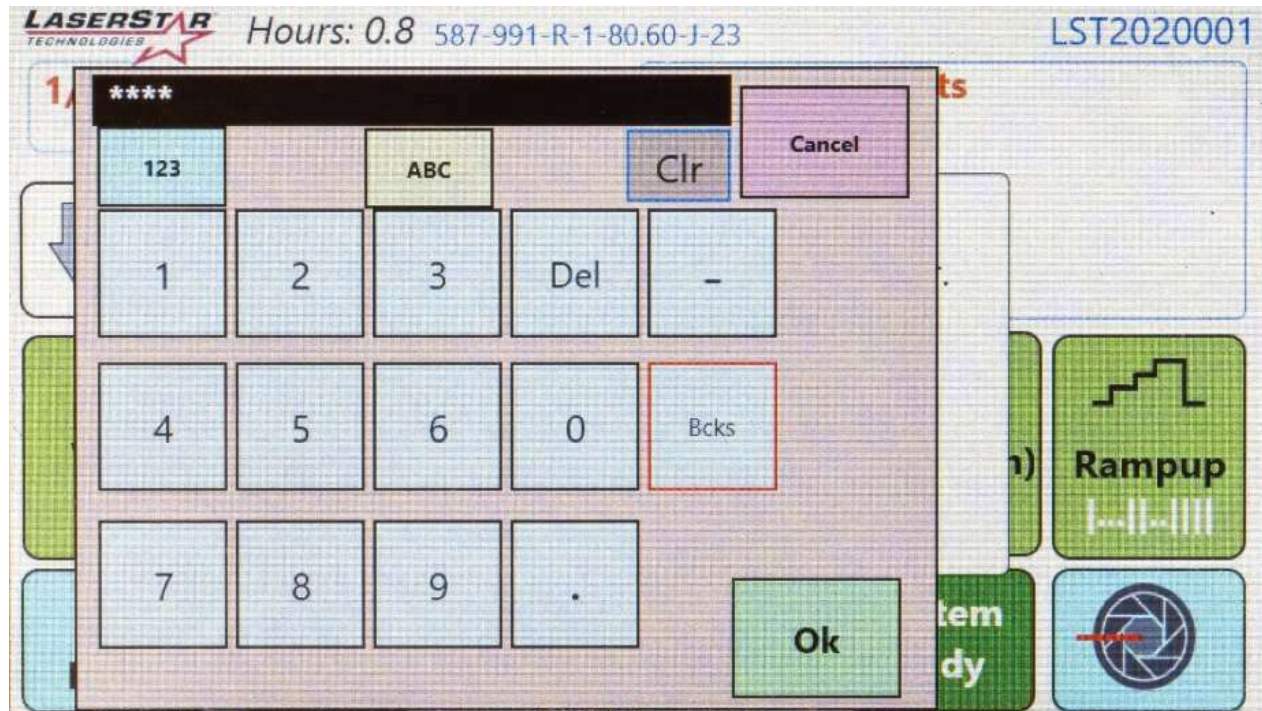

図3 (PIN番号入力[文字入力用キーパッドを使用して数値を入力し、OKで承認])
8. デフォルト（初期設定）の PIN 番号 (2013) を再度入力します (図3)
9. OK ボタンを押します (図3)
12. テンキーが再び表示されます。(図3)